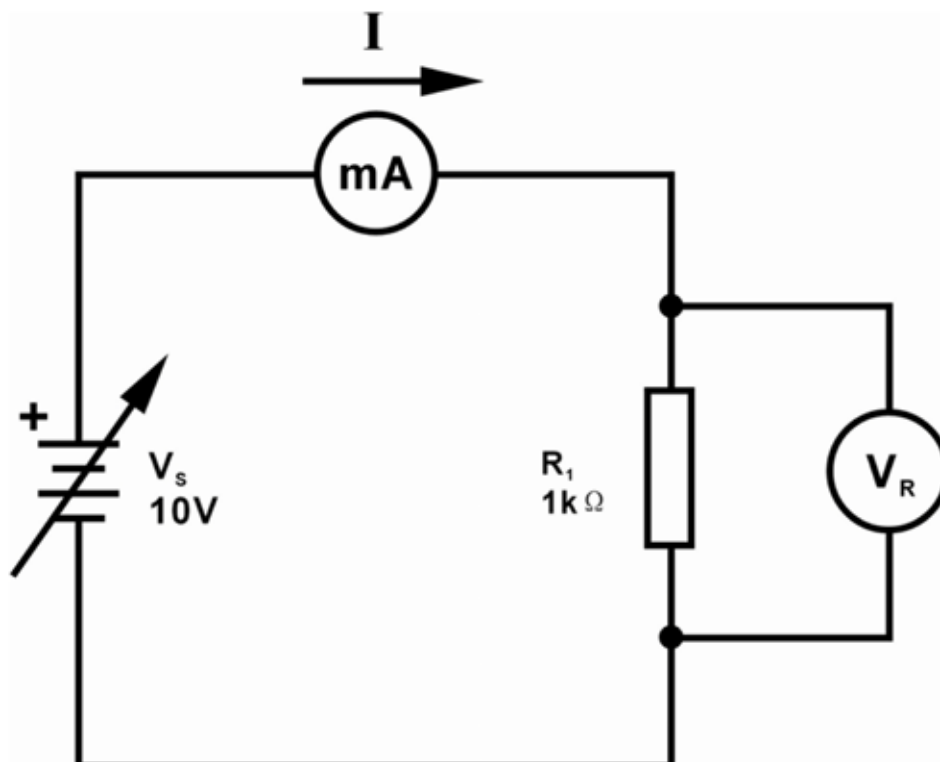

Figura 5
1. Realizzare il circuito illustrato in figura 5 con $R_1 = 100\Omega$